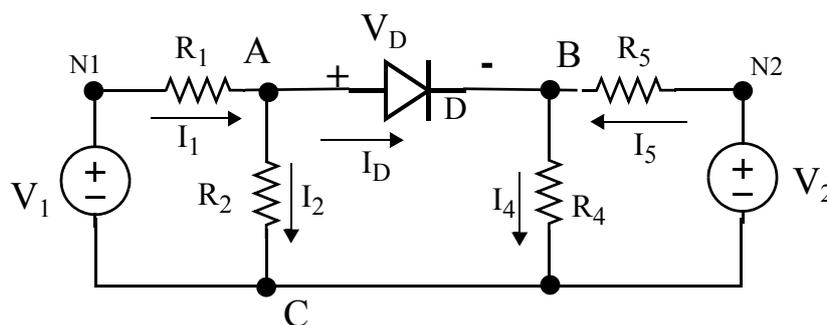
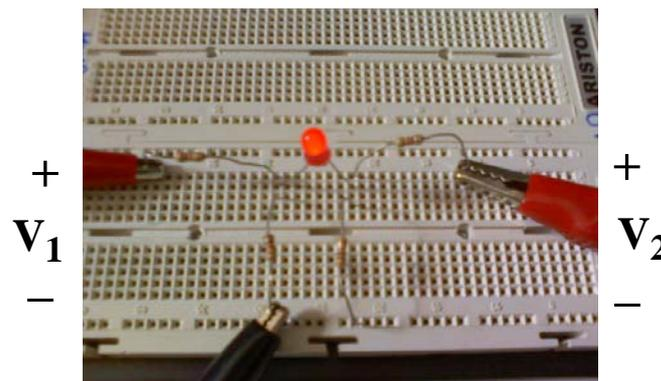

Fig. 1
Fig. 2
- Analiza el circuito de la Fig. 1 y completa las tablas (Tabla 1:, Tabla 2: y Tabla 3:). Utiliza para los cálculos teóricos los valores nominales de las resistencias, esto es, los indicados en la propia Fig. 1. Supón que el diodo conduce, emplea su modelo tensión umbral, con $V_\gamma = 1.75V$.
- Monta en la placa de prototipos el circuito de la Fig. 1. Trata de reproducir el esquema de la figura sin la necesidad de utilizar cables para la interconexión de las resistencias (ver Fig. 2). Antes de conectar las resistencias, mide su valor con el multímetro y anótalo (Tabla 4:). (Recuerda que las resistencias presentan un 5% de tolerancia respecto de su valor nominal).
- Una vez montado el circuito, utilizar el multímetro para medir las tensiones en los nudos A y B respecto al nudo C (equivalente a considerar C como nudo de tierra). Anota los datos en la Tabla 5: y a partir ellos completa el resto de datos calculando las corrientes en las ramas con la polaridad indicada en Fig. 1. Estima también el valor de la tensión umbral del diodo LED.
- Invierte la polaridad del diodo, en el esquema de la Fig. 1. Repite las medidas y completa la Tabla 8: y la Tabla 9:; Comenta los resultados.